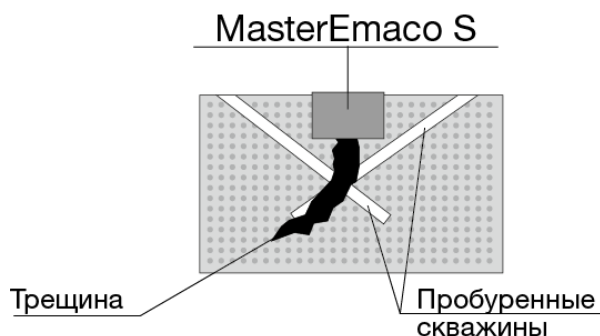

Рисунок 1 Примерная технология инъекции трещин.
- 5) в случае большого раскрытия, трещина предварительно заполняется смесью MasterEmaco S для исключения вытекания суспензии MasterEmaco A 640. (рис. 1).